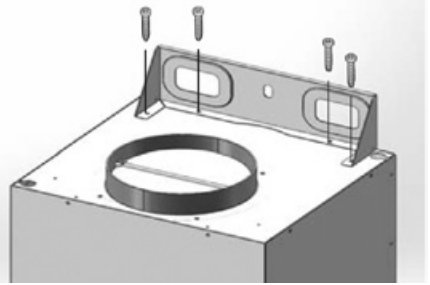

Рис. 10
5. Закрепите регулируемые опоры вытяжки так, чтобы их было возможно повернуть вокруг оси крепежного самореза без усилий (рис. 10).